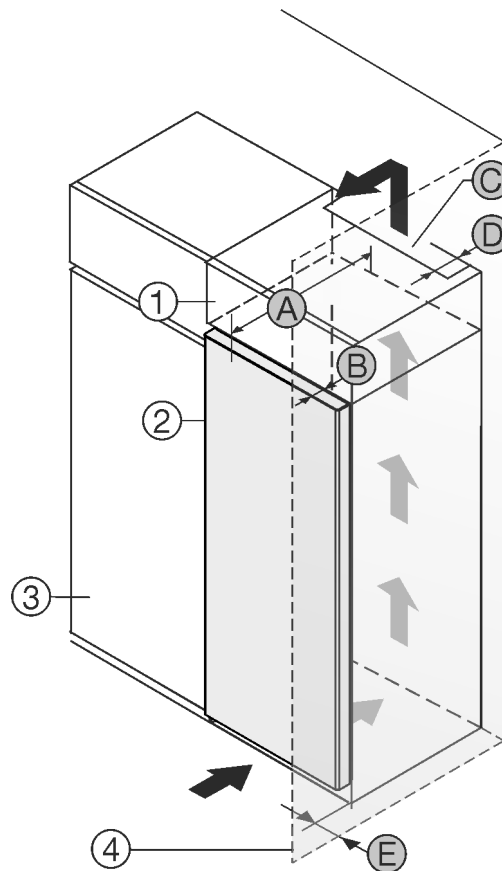

Fig. 1
Вы можете установить устройство непосредственно рядом с кухонным шкафом Fig. 1 (3).
На задней стенке дополнительного шкафчика должен быть вентиляционный канал с глубиной Fig. 1 (D) по всей ширине этого шкафа.
Нужно соблюдать вентиляционное отверстие Fig. 1 (C) под нижней панелью.
Если устройство устанавливается на шарнирах у стены Fig. 1 (4), то расстояние между устройством и стеной должно быть не менее 13 мм.
Если устройство устанавливается на шарнирах у стены Fig. 1 (4), то расстояние между устройством и стеной должно быть не менее 20 мм.
Чтобы можно было полностью открыть дверь, устройство должно выступать на глубину двери Fig. 1 (B) относительно передней стенки кухонного шкафа. В зависимости от глубины кухонных шкафов Fig. 1 (3) и использования пристенных распорок устройство может выступать и больше.